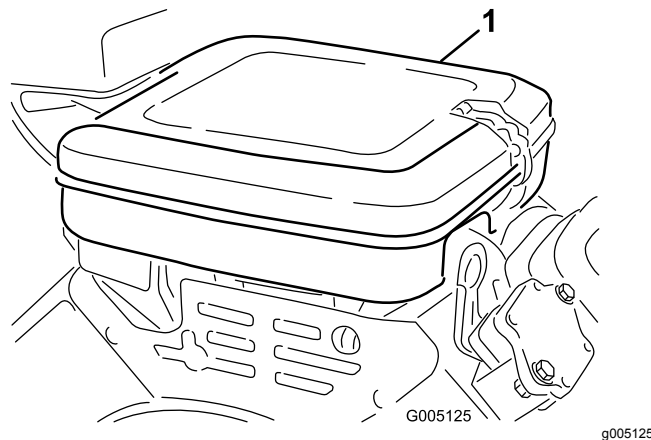

Figura 26
1. Limpie la cubierta del limpiador de aire (Figura 26).